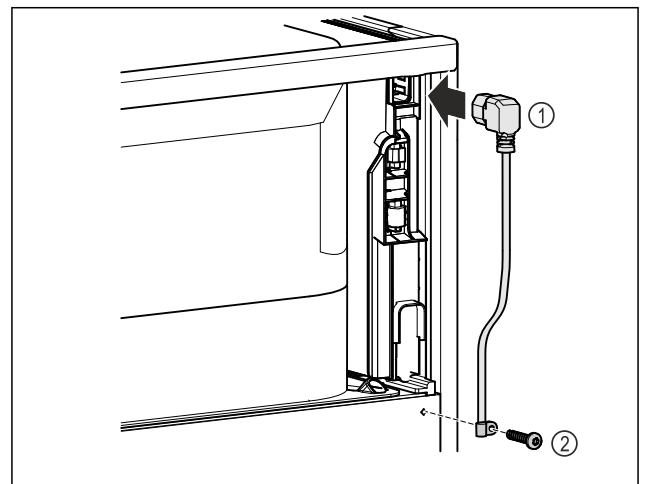

Fig. 13
- ▶ Вставте роз'єм «холодного підключення» кабелю підключення до мережі Fig. 13 (1) на задній стороні пристрою.
- ▶ Встановіть механізм для розвантаження кабелю від натягу. Fig. 13 (2)